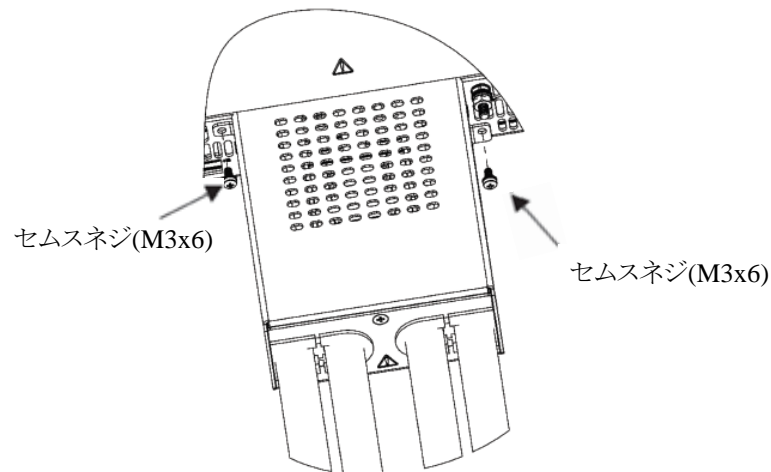

図4-37 出力端子カバーのリアパネルへの取り付け方法
4. 図4-37に示すようにセムスネジ(M3x6、製品に添付されています)を使用して、電源のリアパネルに出力端子カバーを取り付けます。